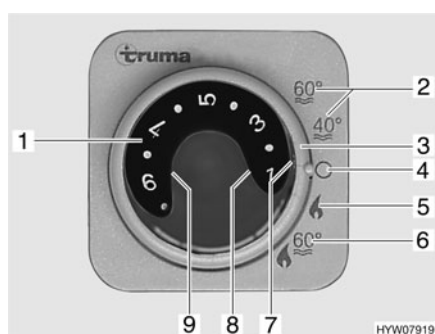

Fig. 148 Unidad de mando para la calefacción/caldera
- Ajustar el modo de funcionamiento con el interruptor giratorio (Fig. 148,3).
Según la temperatura ambiente deseada, la calefacción selecciona automáticamente la potencia de quemador necesaria. Cuando se alcanza la temperatura ambiente deseada se desconecta el quemador. El sensor de temperatura situado junto al panel mide la temperatura del ambiente. En el modo de funcionamiento "calefacción y caldera" (Fig. 148,6), se calienta también el agua de la caldera. En el modo "calefacción sin caldera" (Fig. 148,5), la calefacción puede funcionar con la caldera vacía.
- Girar el botón giratorio de temperatura (Fig. 148,1) de la unidad de mando al nivel deseado.
- Situar el interruptor giratorio (Fig. 148,3) en el modo invierno "calefacción sin caldera" (Fig. 148,5) o en modo invierno "calefacción y caldera" (Fig. 148,6).
La luz de control verde (Fig. 148,7) se enciende.
- Ajustar el interruptor giratorio (Fig. 148,3) en "O" (Fig. 148,4).
La combinación de los funcionamientos a gas y con electricidad a 230 V acorta el tiempo de calentamiento (esto solo es posible si en la unidad de mando (Fig. 148) la calefacción se encuentra ajustada en modo de invierno). Si se ha seleccionado el funcionamiento con electricidad a 230 V, se enciende la luz de control amarilla (Fig. 149,6).